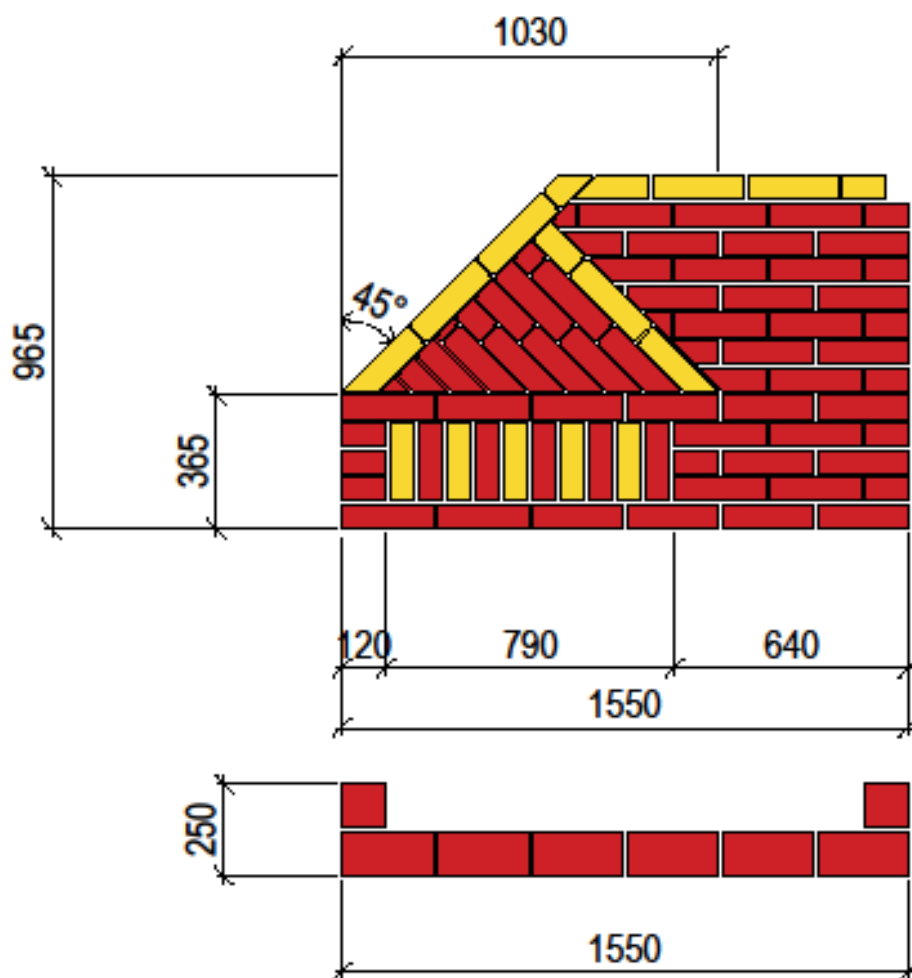

Рис.2 Схема производства работ по заданию №2.
**Задание №2:** Выполнить кирпичную лицевую однорядную кладку из кирпича, включающую декоративную кладку согласно прилагаемому чертежу (Рис.2).